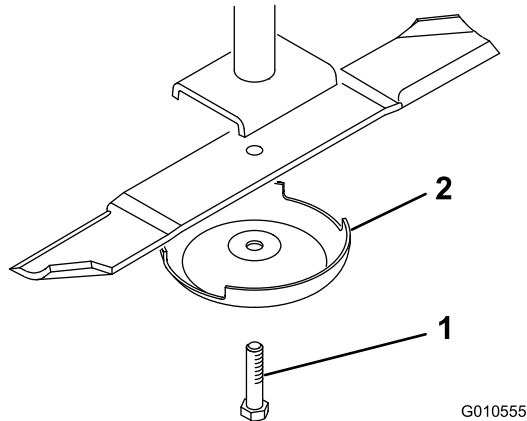

Bild 21
- Halten Sie das Ende des Messers mit einem stark wattierten Handschuh oder wickeln Sie einen Lappen um es herum. Entfernen Sie die Messerschraube, die Antiskalpierskuppe und das Messer von der Spindelwelle (Bild 21).